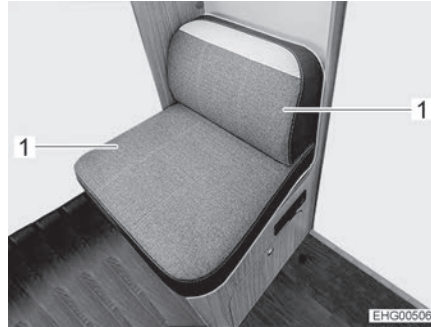

Fig. 18 Banquette
- Retirer deux coussins (Fig. 18,1).